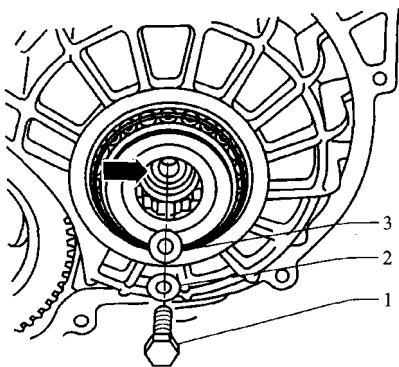
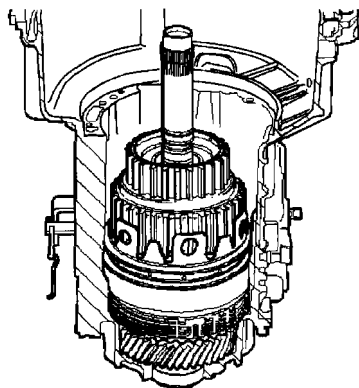

图 5-29 安装小输入轴螺栓
图 5-30 装入离合器 K_1 和 K_3
(8) 安装带有垫圈和调整垫片的小输入轴螺栓, 如图 5-29 所示。螺栓的拧紧力矩为 $30 \text{ N} \cdot \text{m}$ 。
(9) 用 ATF 沾湿推力滚针轴承垫圈, 以便安装到 4 挡离合器 K_3 上。
(10) 装入 1 至 3 挡离合器 K_1 和 3 挡和 4 挡离合器 K_3 , 如图 5-30 所示。